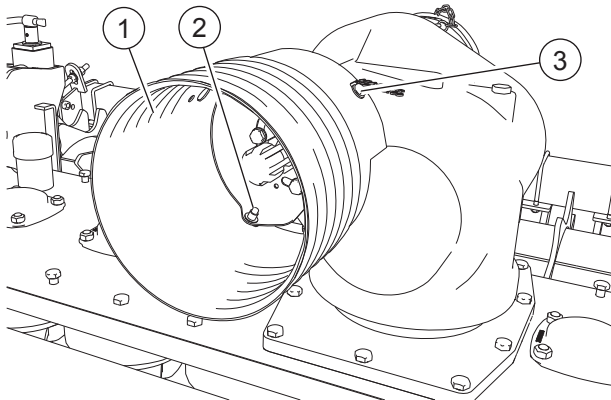

FIG. 14
- Die Schutzvorrichtung einstellen (1, "Fig. 14"). Die Schrauben festsetzen (2). Den Schraubbolzen eindrehen (3).